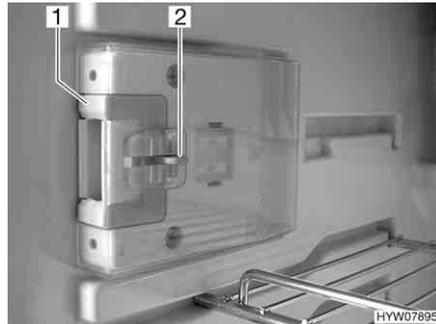
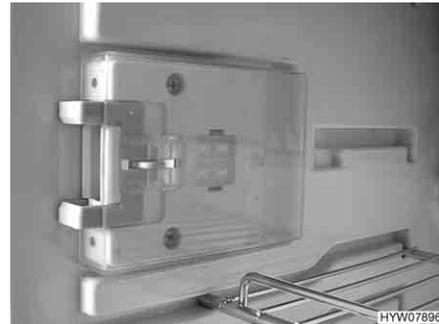

Bild 171 Verschlusseinrichtung in Normalstellung
Bild 172 Verschlusseinrichtung in Lüftungsstellung
- Die Entriegelung (Bild 171,2) eindrücken.
- Die Verschlusseinrichtung (Bild 171,1) nach vorn schieben (Bild 172).